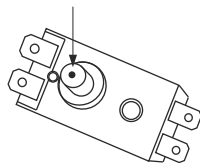

Рис. 17
- для вертикальных водонагревателей серии FS1/FS5/FE1: открутить гайку крепления термовыключателя, закрепленного на фланце ТЭНа, перевернуть термовыключатель и нажать до щелчка кнопку, расположенную по центру термовыключателя; рис.17;